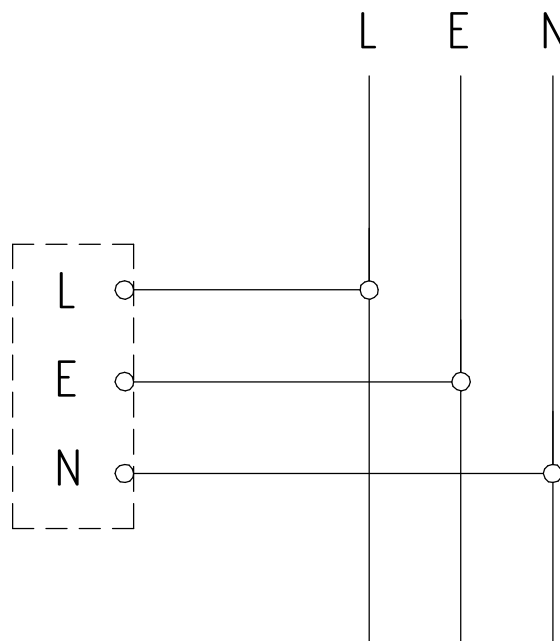

Рисунок 2 - Схема подключения светильника к сети
5.3 Отогните язычок с клеммной колодкой. Подключите сетевой кабель к клеммной колодке согласно схеме (рис. 2)